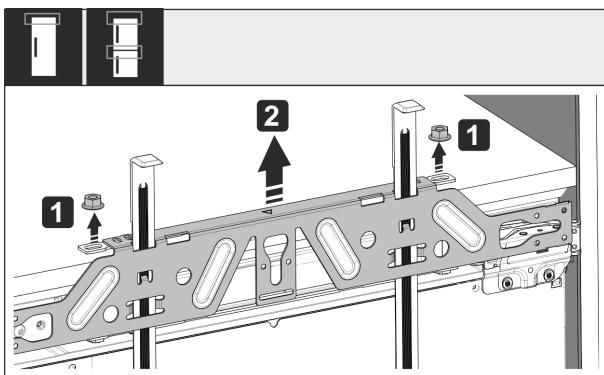

Fig. 58
- ▶ Λύστε τα κόντρα παξιμάδια Fig. 58 (1).
- ▶ Αφαιρέστε την τραβέρσα στερέωσης Fig. 58 (2).